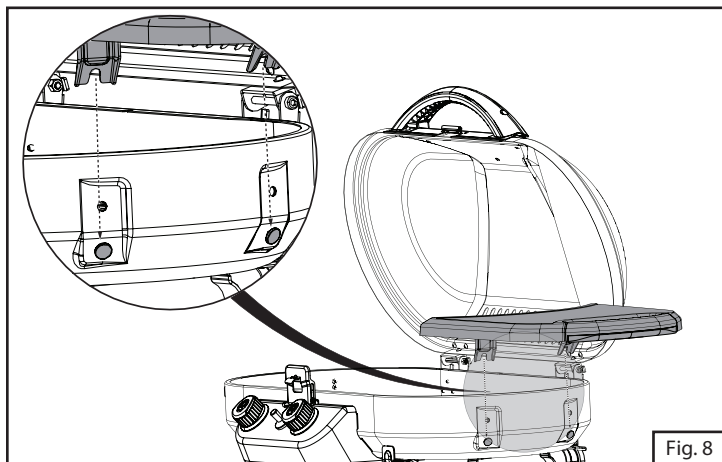

Fig. 8
5. Aligner la table latérale et la glisser sur les tiges de support pré-montées se trouvant du côté droit du grill. (Fig. 8)